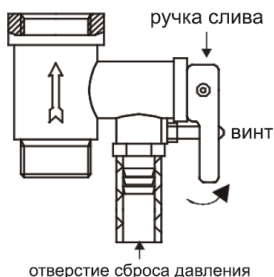

Рисунок 6
4. На входной патрубок, обозначенный голубым цветом и стрелкой направления течения воды, накрутите предохранительный клапан так, чтобы течение воды совпадало с направлением стрелки на корпусе клапана. На отверстие сброса давления предохранительного клапана (см. рисунок 6) оденьте дренажную трубку* для отвода воды (возможно появление при нагревании) в канализацию (трубку необходимо направить строго вниз и запрещено перегибать её).
6. Если не предусмотрен сливной кран-тройник (см. «Подключение к водопроводной магистрали»), воду можно слить через комбинированный предохранительный клапан: открутить винт ручки слива предохранительного клапана и перевести ручку слива в верхнее положение, при этом кран выхода горячей воды должен быть открыт, а кран подачи холодной воды в водонагреватель должен быть перекрыт (см. рисунок 6). Из отверстия сброса давления предохранительного клапана потечет вода.